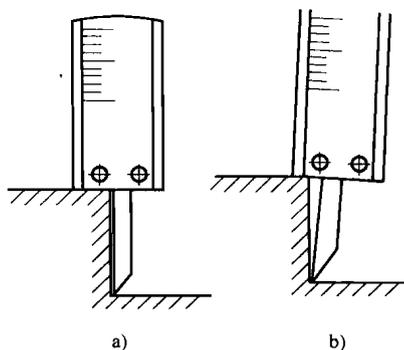

图 1-16 游标卡尺测量深度的方法
(6) 用带有测深杆的游标卡尺测量零件的深度时, 游标卡尺要与被测零件的顶平面保持垂直, 再向下移动游标, 使测深杆和孔的底部接触, 然后拧紧紧固螺钉, 取出测深杆读取尺寸, 如图 1-16 所示。